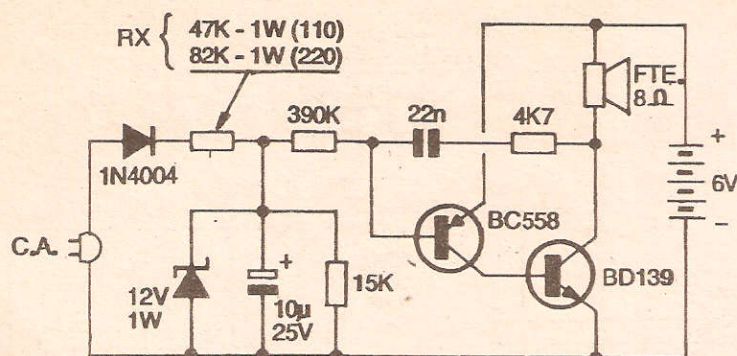
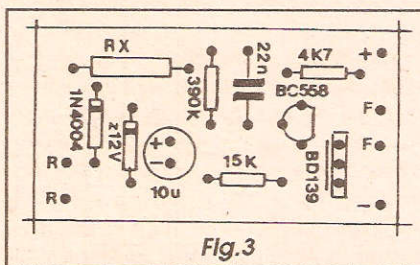

Fig. 1
Fig. 3
- FIG. 1- DIAGRAMA ESQUEMÁTICO DO CIRCUITO - O gerador do sinal de áudio está no *centro* do circuito, na forma de um **ASTÁVEL** (oscilador) estruturado com transistores complementares (o que permite restringir bastante a quantidade de componentes, compactando o circuito...), sendo um BC558 (PNP, baixa potência) e um BD139 (NPN, média potência). A frequência de oscilação (no caso, dentro da faixa central de áudio...) é basicamente determinada pelos valores do capacitor de 22n e dos resistores de 4K7 e 390K. Nesse arranjo de **ASTÁVEL**, para que a oscilação possa iniciar-se e permanecer, é fundamental que o transistor BC558 receba polarização **negativa** de **base** (através do resistor de 390K...), já que o dito cujo é de polaridade PNP... Em condição de *stand by* contudo, havendo energia na rede C.A., o diodo 1N4004, em série com o resistor limitador **R_x** (47K x 1W em 110V, ou 82K x 1W em 220V...)
- **FIG. 3 - CHAPEADO DA MONTAGEM** - O outro lado da plaquinha (o não cobreado...), com os componentes principais estilizados de forma bastante clara... Observar que nos *chapeados* de APE, a maioria dos componentes é estilizada num desenho muito próximo ao de sua aparência real e - quando isso não é possível (ou pode deixar margem a dúvidas...) - iconografado pelo seu próprio símbolo esquemático... Alguns dos componentes (transistores e diodos, no caso...) são polarizados, devendo ter suas posições de inserção rigorosamente respeitadas... Observar que o BC558 deve ficar com seu lado *chato* voltado para o BD139, e que a face metalizada deste deve ficar virada para a posição ocupada pelo dito BC558... Ambos os diodos (1N4004 e zener de 12V...) ficam com suas extremidades de **catodo** (marcadas com um anel ou faixa...) voltadas para a posição ocupada pelo resistor R_x ... Quanto a este (R_x), não esquecer de adequar o seu valor à tensão da rede local, conforme indicam o diagrama esquemático (FIG. 1) e a própria **LISTA DE PEÇAS**... Atenção ainda à polaridade dos terminais do capacitor eletrolítico, bem como as valores dos demais componentes (os não polarizados...). Qualquer dúvida sobre a interpretação dos valores, polaridades ou identificação de terminais, pode ser dirimida com uma consulta ao **TABELÃO APE**... Antes de se cortar as *sobras* dos terminais (pelo lado cobreado...), tudo deve ser re-conferido, incluindo nessa verificação uma análise cuidadosa dos pontos de solda (face cobreada), retificando-se eventuais *curtos*, falhas ou *corrimentos* neles encontrados...